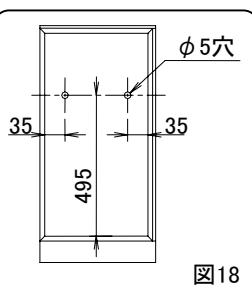

図18
- ①下台キャビネットの後板の所定位置に壁面取付用の下穴(Φ5穴)を加工してください。(図18)